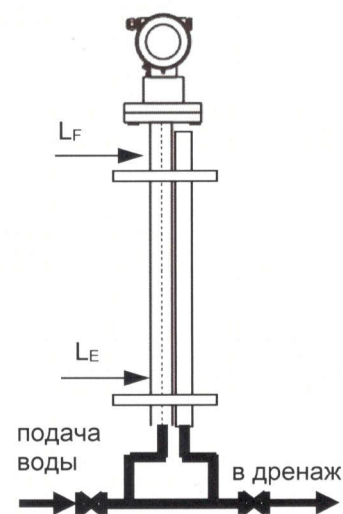

Рисунок 4 - Установка
6.4.1.4 При поверке с демонтажем уровнемера с коаксиальным зондом допускается использование для поверки устройства для измерений уровня, состоящего из прозрачной указательной трубки внутренним диаметром не менее 15 мм, соединенной с нижним концом коаксиального зонда поверяемого уровнемера гибким шлангом через устройство для подачи воды и образующий с ним сообщающиеся сосуды. При наличии перфорации (отверстий) на трубке зонда данные отверстия должны быть закрыты за исключением одного, самого верхнего отверстия. Уровнемер и указательная трубка жестко закрепляются в вертикальном положении (см. рисунок 4). Уровень жидкости задают и измеряют с помощью рулетки.